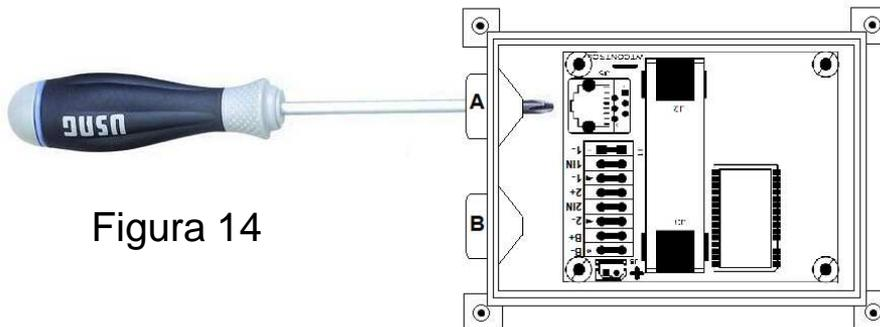

Figura 14
**3.3** – Forare con un cacciavite con diametro di 3 mm il passacavo **A** (Figura 14) per il collegamento del reed del contatore al primo ingresso del modulo TX3.